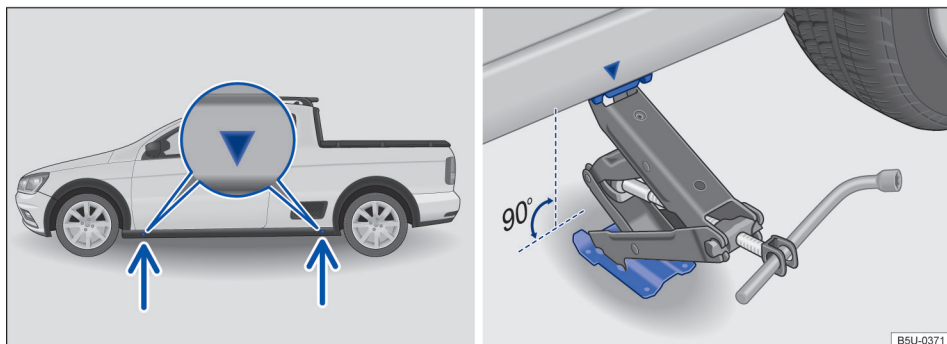

Fig. 180 Pontos de apoio do macaco e macaco posicionado no lado esquerdo traseiro do veículo.
O macaco somente pode ser posicionado nos pontos de apoio indicados (marcação na carroceria) → Fig. 180. É válido o ponto de apoio localizado próximo à roda correspondente → ⚠️.
7. Procurar sob o veículo o ponto de apoio do macaco → Fig. 180, mais próximo da roda a ser trocada.
9. Garantir que a base do macaco, com toda sua superfície, esteja sobre o chão e que a base se encontre perpendicularmente abaixo do ponto de colocação → Fig. 180.
10. Alinhar o macaco e, simultaneamente, levantar a garra do macaco até ela se encaixar na travessa debaixo do veículo → Fig. 180.
- Posicionar o macaco somente nos pontos indicados. A garra do macaco deve se encaixar no perfil da longarina de forma segura → Fig. 180.